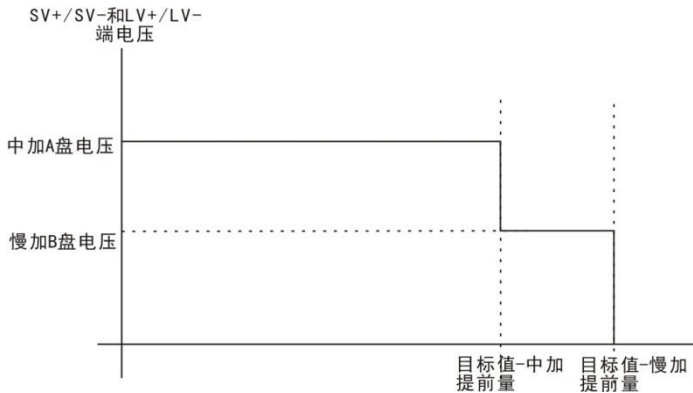
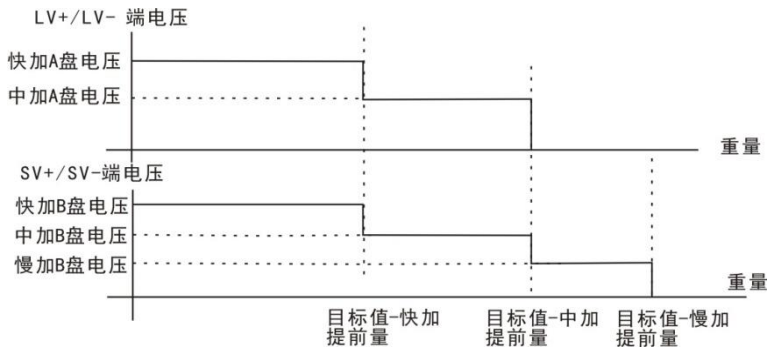

图 1: 单振盘给料模式 0
图 7：双振盘三级给料模式
自查找和参数自修正，所有的配方参数（包括 5 个电压值，3 个给料提前量）都需要手动填写。给料电压变化曲线见图 7。
- 2) **加料**: 模块将根据设置的振盘模式进行加料,各模式加料电压变化情况参考图 1-图 7。
- ①**电机卸料**: 当用户选择为电机卸料模式时,“卸料”信号有效进行卸料,如果电机报警时间(PLC 地址 400155)设置为 0,走完卸料保护时间(PLC 地址 40218)后,若检测到“到位”信号,则后关闭“卸料”信号。如果电机报警时间设置不为 0,则在检测到“到位”信号之前,电机运行超过电机报警时间,就报警关闭卸料信号,并停机。
- ②**气动卸料**: 当用户选择为气动卸料模式时,“卸料”信号有效后,经过设置的“卸料时间(地址 0046(PLC 地址 40047)设置值)”后关闭卸料信号。
- ③**电机正反转卸料**(M: 正转, N: 反转); 当用户选择为电机正反转卸料模式时,“卸料”信号有效“卸料 L”和“卸料 M”进行卸料,“卸料 M”经过设置的“卸料时